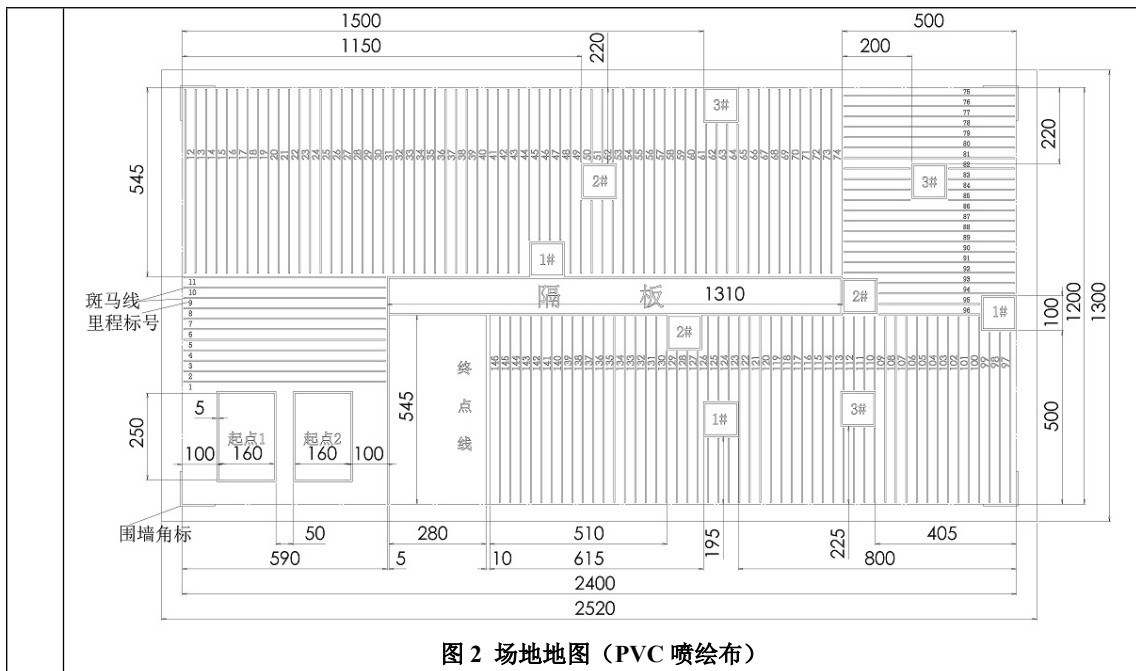

图 2 场地地图 (PVC 喷绘布)
1. 场地尺寸为2520mm×1300mm，由场地地图（如图2）平铺在平整地面上构成；
2. 障碍物摆放点：障碍物的可能摆放点有三组共九个位置，三组障碍物摆放点分别标识为组号1#、2#、3#方框，方框外边长均为100mm，各障碍物摆放点的具体位置见图2标注的定位尺寸；每组有三个障碍物摆放点，比赛前通过抽签方式随机确定障碍物摆放点